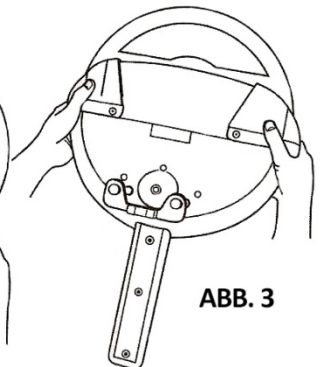
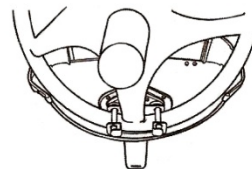

ABB. 3
ABB. 4
- 3** Dazu das AUTOLOCK Lenkradschloss über dem Lenkrad positionieren (ABB.3) und dabei sicherstellen, dass die Sicherungsstifte zwischen den bzw. jeweils auf einer Seite der Lenkradspeichen angebracht sind. **(ABB. 4)**